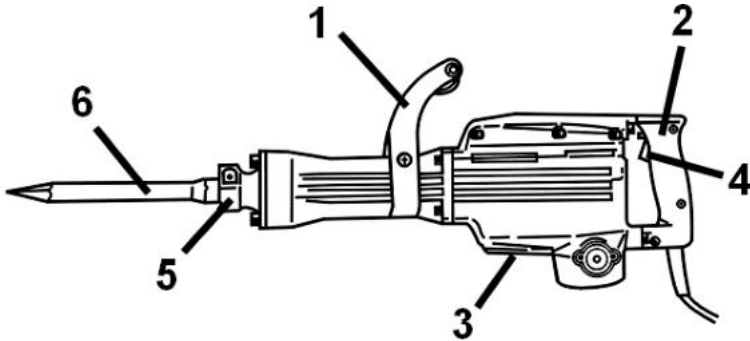

Рисунок 1
2.2.1 Виріб має несучій пластиковий корпус з вмонтованим електричним колекторним двигуном, редуктором з пневматичним ударним механізмом, на вихідному валі якого встановлюється змінний патрон **SDS-HEX** (5) для закріплення змінних робочих інструментів з циліндричними хвостовиками системи SDS-HEX згідно рис.1. Корпус одночасно вміщує органи керування інструментом, шнур живлення від мережі змінного однофазного струму та має опорну поверхню для встановлення передньої рукоятки (1) з можливістю фіксованого позиціонування навколо подовжньої осі виробу. Електродвигун розташований перпендикулярно осі змінного робочого інструмента, створює через кривошипний механізм зворотно-поступальні рухи поршня пневмоциліндру, який підсилює поштовхи і передає їх змінному інструменту.